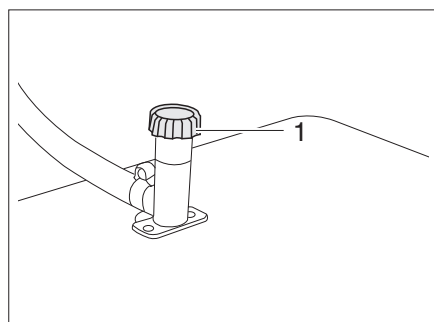

Fig. 95 Riempimento massimo 20 l
- Aprire la vite di scarico (Fig. 95,1). L'acqua potabile si scarica fino a 20 litri.
- Chiudere la vite di scarico (Fig. 95,1).